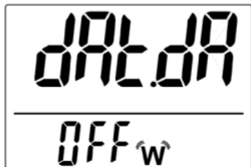

Abb. 6
Im Display ist „Abb. 6“ für diesen Modus zu sehen. Stellen Sie diesen mit der „M/△“ Taste entweder ein (ON) oder aus (OFF).